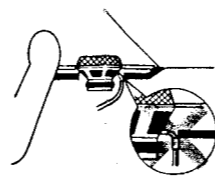

Fig. 4/Abb. 4
- (5) Les bornes de haut-parleur ne touchent pas le châssis de la voiture. (Fig. 4)
- (5) I morsetti degli altoparlanti non toccano il telaio dell'automobile. (Fig. 4)
- (5) Los terminales del altavoz quedan tocando el chasis del automóvil. (Fig. 4)
- (5) Speaker terminals do not touch the car chassis. (Fig. 4)
- (5) Die Lautsprecherklemmen berühren das Autochassis. (Abb. 4)